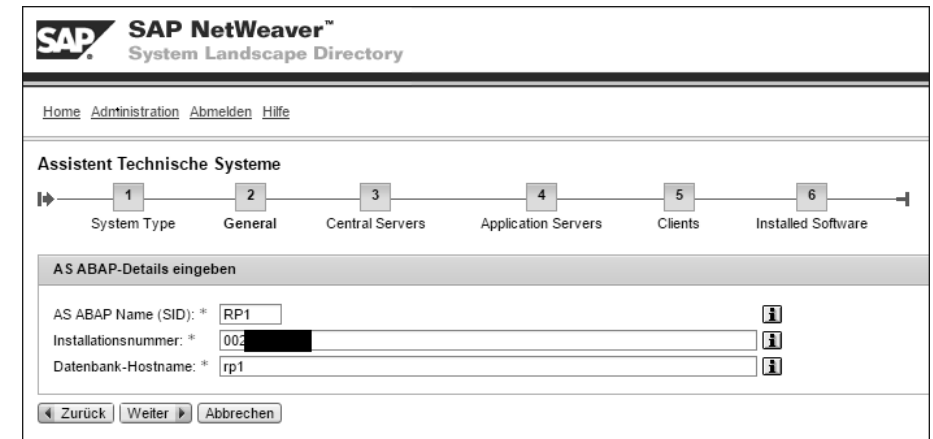

Abbildung 4.14 Allgemeine Informationen des ABAP-Systems
6. Im nächsten Schritt müssen Sie die ABAP-Systemdetails eingeben (System-ID – Feld **AS ABAP Name (SID)**, **Installationsnummer** und **Datenbank-Hostname**, siehe Abbildung 4.14). Klicken Sie danach auf **Weiter**.